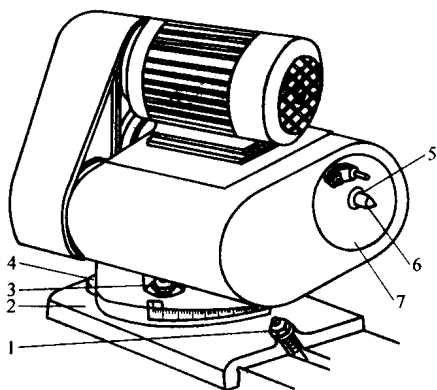

图2-2 头架的调整
(1) 调整零位和纵向位置 如图 2-2 所示, 一般情况下头架